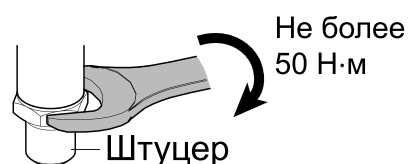

Рисунок 6.2 – Крепление штуцера
2. Закрепить преобразователь в точке установки гаечным ключом за шестигранник штуцера (см. рисунок 6.2). Усилие затягивания не должно превышать $50 \text{ Н} \cdot \text{м}$.